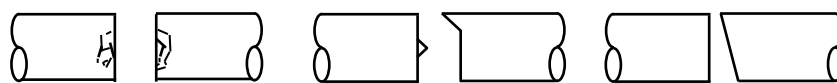

Рис. 6. Дефекты оптоволокна.
- Оцените состояние торцов волокна. Грязь, различные дефекты и неправильные углы среза недопустимы (рис. 6). При наличии перечисленных дефектов пользователю необходимо повторно подготовить торцы волокна. Если изображение на экране размыто или не отцентрировано, очистите V-образную канавку и волокно, после чего повторно загрузите волокно.